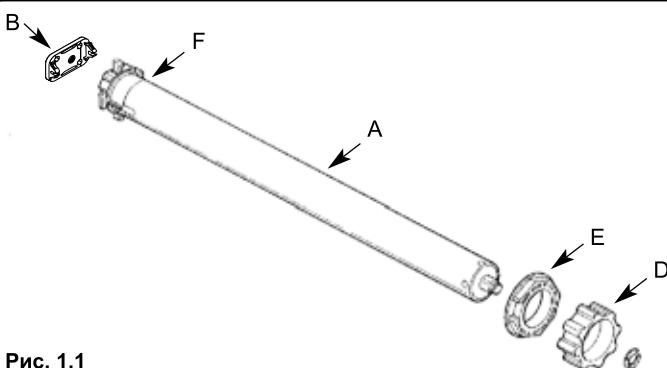
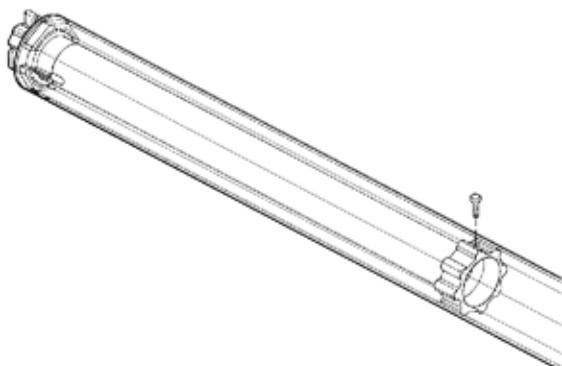

Рис. 1.1
Рис. 1.3
3. Вставьте собранный электродвигатель в октагональный вал таким образом, чтобы кольцо конечного положения (E) полностью вошло в вал. Прикрепите адаптер (D) к валу при помощи винта M4x10, чтобы избежать возможного скольжения или осевого смещения электродвигателя (рис. 1.3). Закрепите оголовок двигателя на креплении (B) (рис. 1.1).